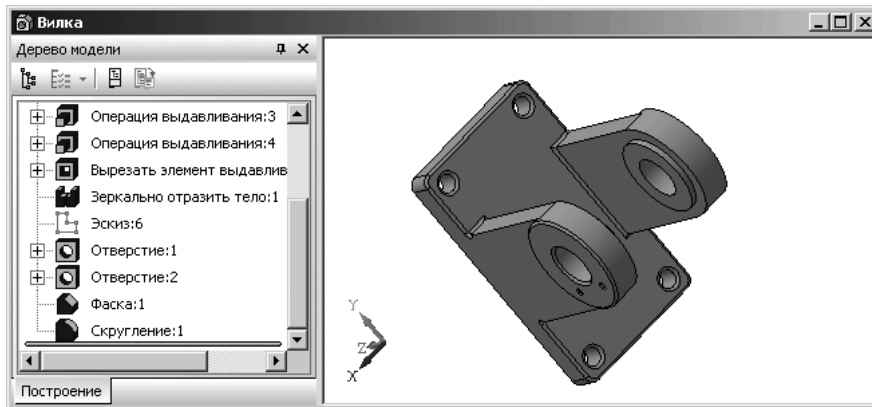

Рис. 3.85. Окончательный вариант детали Вилка
- щелкните в всплывающем меню по пункту **Все вспомогательные объекты**. Возможное состояние и местоположение модели показано на рис. 3.85.